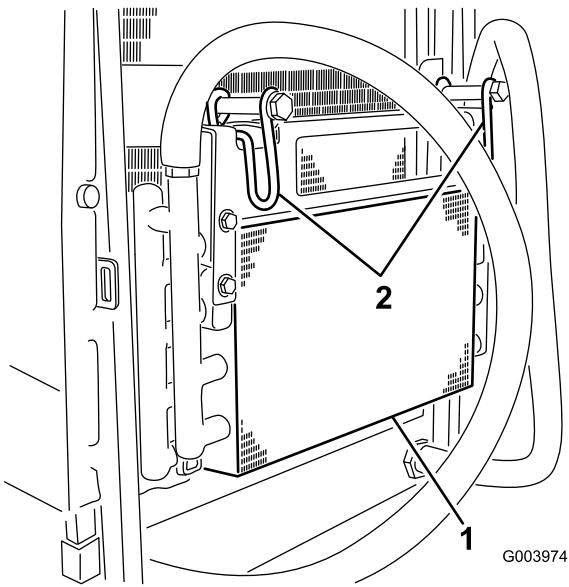

Bild 62
5. Drehen Sie die Riegel nach innen, um den Ölkühler zu lösen (Bild 62).